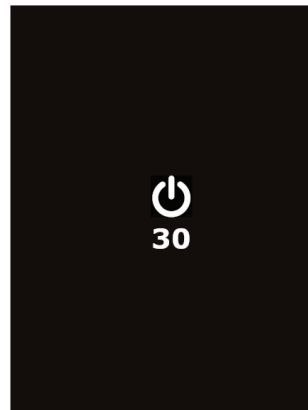

Fig. 13 : Arrêt automatique
- ⇒ Un compte à rebours de 30 secondes s'affiche avec une icône d'alimentation clignotante (voir Fig. 13).